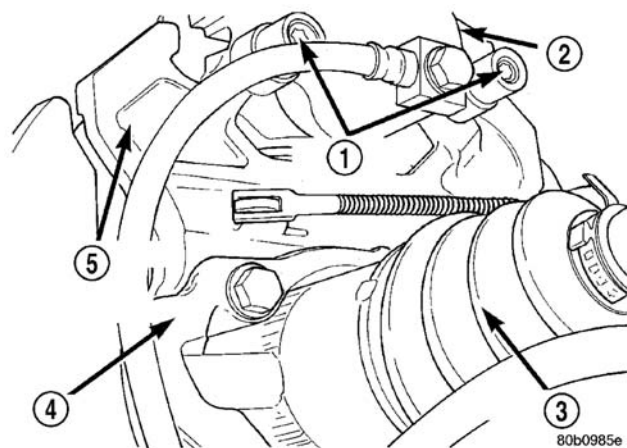

图 15 制动钳导向销螺栓
(9) 松开手制动。
(10) 卸下制动钳至适配器的导向销螺栓 (图 15)。
(6) 安装制动钳导向销螺栓 (图 15)。紧固导向销螺栓至 35 N·m (26 ft.lbs.) 的扭矩。